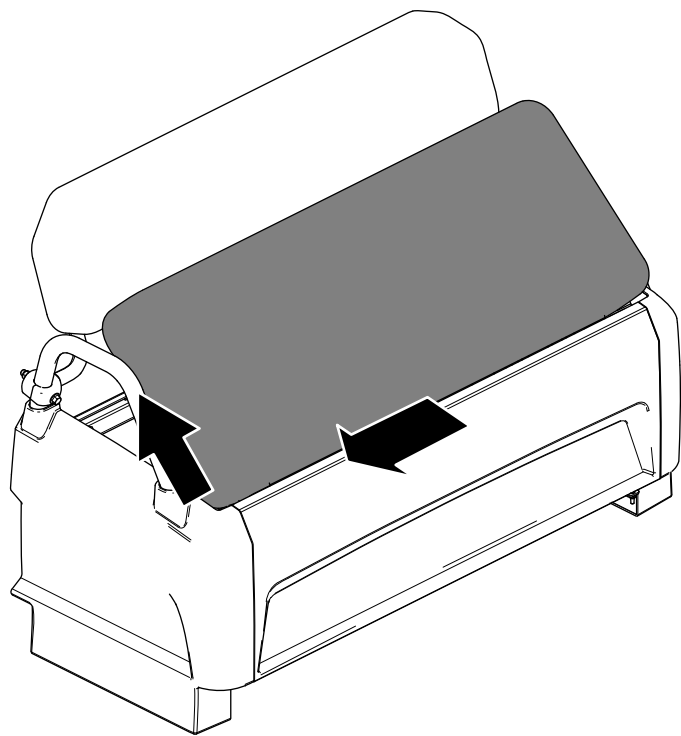

Figura 33
2. Deslice el cojín hacia un lado para liberarlo de los pasadores y levante el cojín (Figura 33).